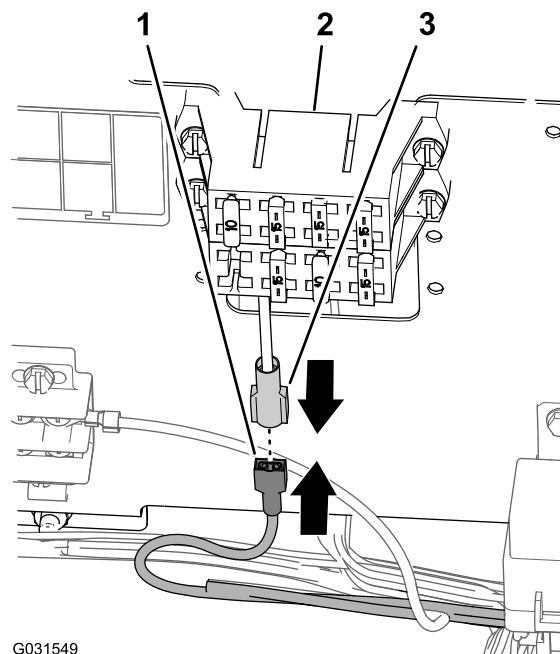

Figura 203
1. Para las máquinas que tengan el accesorio de conector de pala en el bloque de fusibles de la máquina, conecte el conector de pala del arnés de cables del kit de acabado a la toma del conector del bloque de fusibles de la máquina (Figura 203).